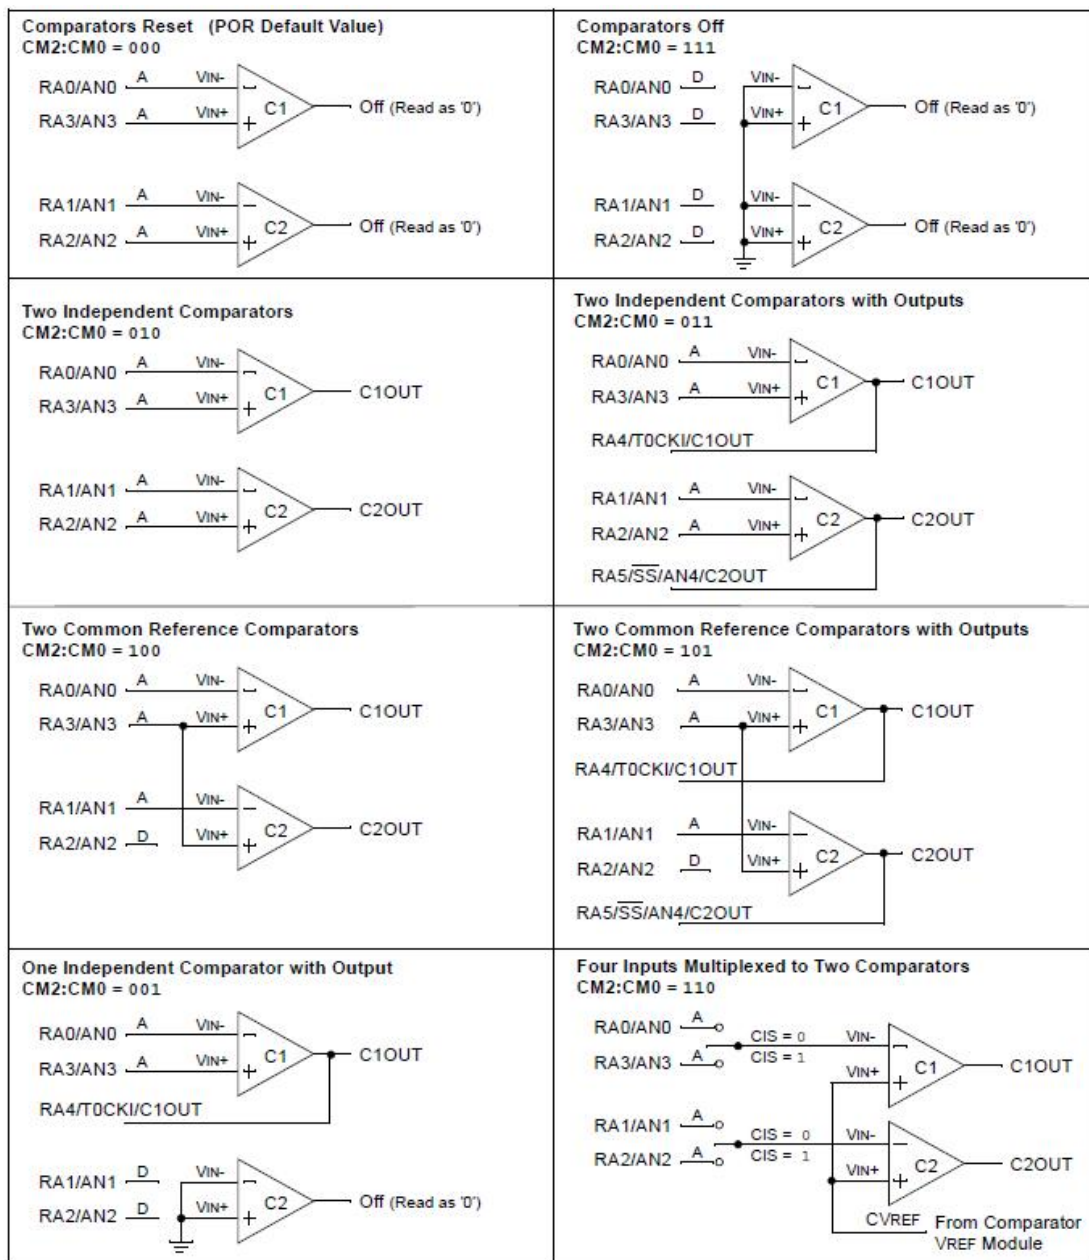

Figura 1. Modos de Operação
- **CM2:CM0** - Seleção do modo de operação dos comparadores, conforme Figura 1;